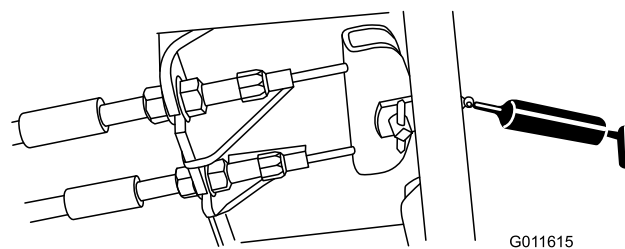

Figure 54
- Pédale de frein (1) (Figure 54)